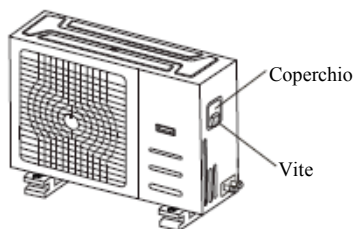

Fig. 8.1
2. Rimuovi il coperchio elettrico dell'unità esterna. Se non vi sono coperchi sull'unità esterna, rimuovi i bulloni dal quadro di manutenzione e rimuovi il quadro protettivo. (Vedi Fig. 8.1)